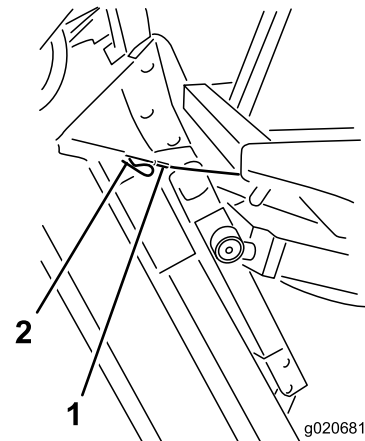

Bild 78
6. Halten Sie das Mähwerk dann in der aufrechten Stellung, bringen das Kabelende über dem Stift am Mähwerkhubarm an und befestigen es mit einem Splint (Bild 78).